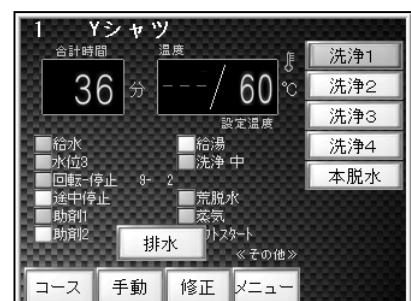

図 7-52
- 途中停止中に**停止**スイッチを押すと自動運転を終了します。洗浄工程途中で自動運転を終了したとき、排水動作を行いません。ドラム内に水があるときは**排水**スイッチを押して排水を行ってください。(図7-52)